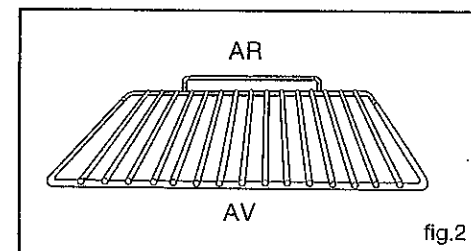

fig.2
• Grille sécurité anti-basculement fig.2
- Desserrez les vis du serre-câble (fig.2).
- Introduisez le câble d'alimentation par le côté du capot et dans le serre-câble situé à droite du bornier. (Reportez-vous au tableau de la page précédente pour le choix de la section du câble) (fig.2).